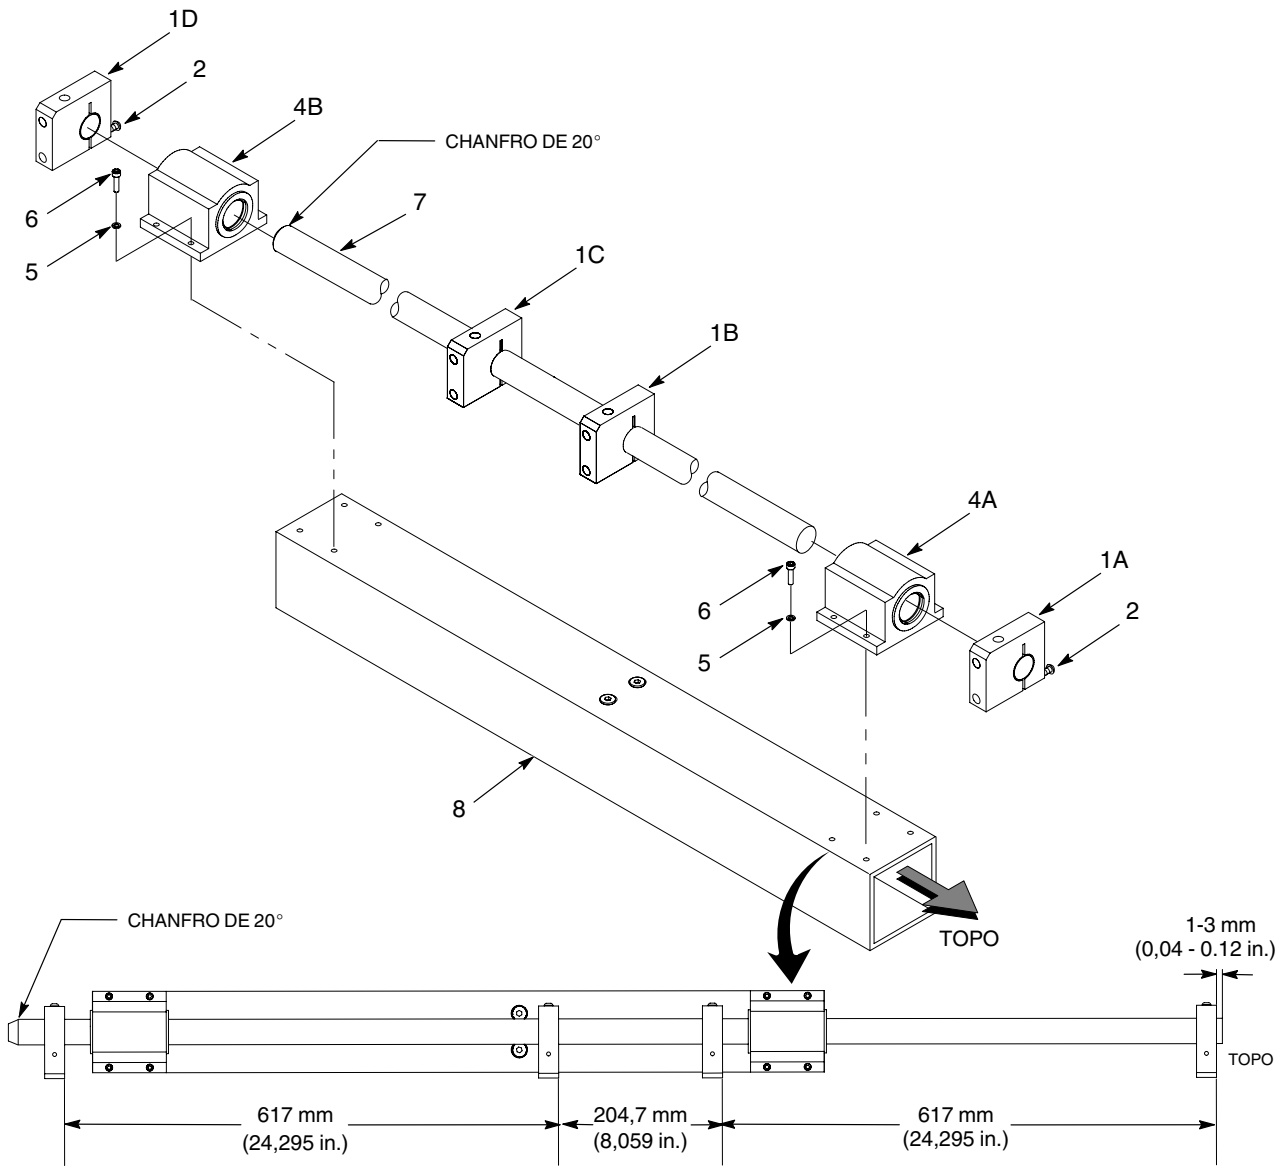

Figura 17 Substituição dos apoios
1. Consulte a figura 17. Desaperte os parafusos (2) que seguram os dois suportes das extremidades do veio (1A, 1D). Remova os dois suportes das extremidades do veio.
2. Retire os parafusos (6) e as anilhas de segurança (5) que fixam os apoios (4A, 4B) ao tubo de suporte dos apoios (8). Remova os apoios para fora do veio (7).
3. Remova os últimos dois suportes do veio (1B, 1C) para fora do veio (7).
4. Monte os apoios novos (4A, 4B) no novo tubo de suporte dos apoios (8) usando anilhas de segurança (5) e parafusos (6). Não aperte os parafusos ainda.
- a. Insira a extremidade com chanfro de 20° do veio (7) no apoio superior (4A).
- b. A partir da extremidade com chanfro de 20° do veio (7), enfie os dois suportes do veio (1B, 1C) no veio (7).
- c. Insira o veio no apoio inferior (4B). Aperte os parafusos dos apoios (6) com 6 N•m (4.4 ft-lb).